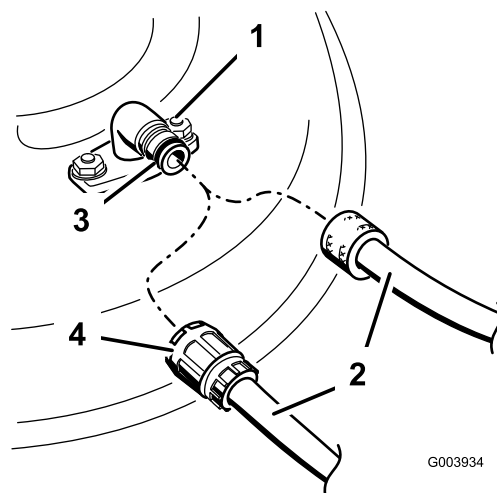

Рисунок 26
4. Подсоедините шланг к штуцеру промывки и поверните регулятор подачи воды в положение большого расхода (Рисунок 26).